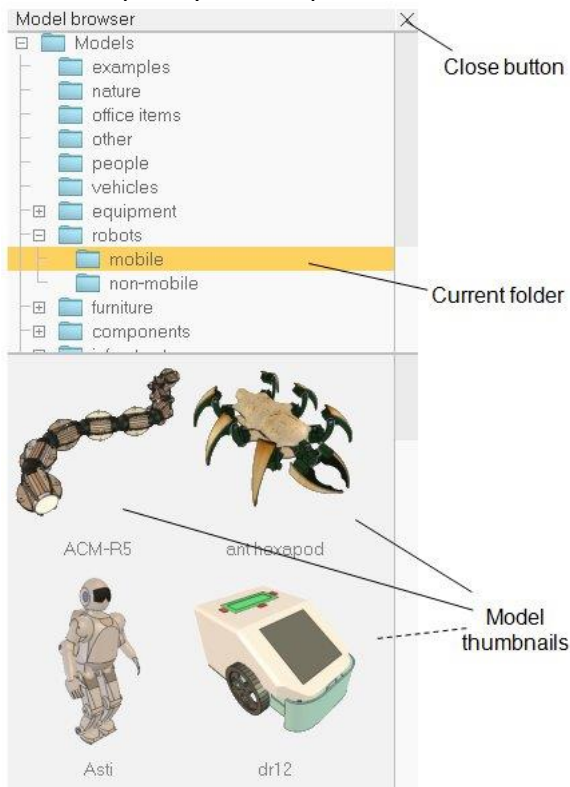

Рисунок 4 – Браузер моделей
- **Браузер моделей (model browser)**. Браузер моделей (рисунок 4) отображается по умолчанию, но может быть